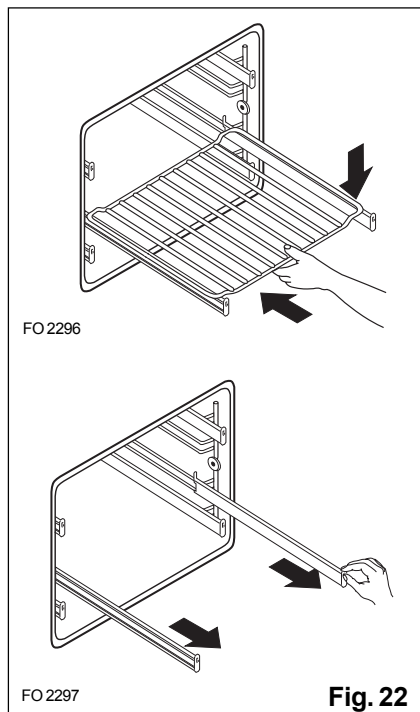

Fig. 22
1. Sortissez les glissières coulissantes droite et gauche (Fig. 22).
2. Posez la grille ou la lechefrite sur les glissières coulissantes, ensuite poussez-les délicatement à l'intérieur du four (Fig. 22).